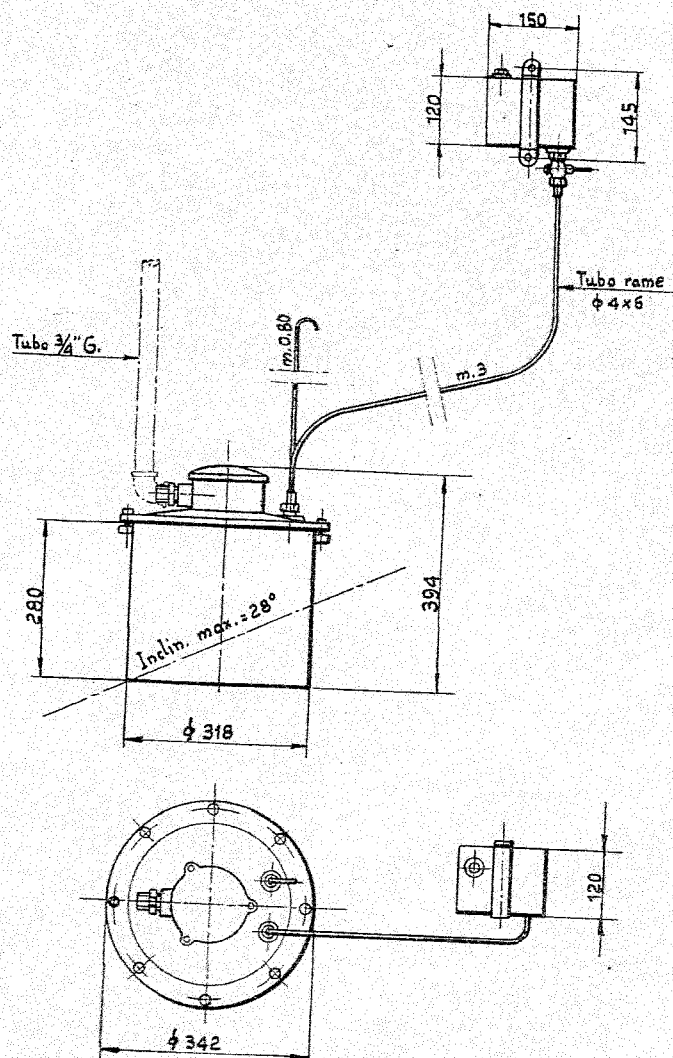

Fig. 2 - Trasmettitore e ricevitore ad ultrasuoni.
2. - 1. Trasmettitore ultrasonoro magnetostrittivo (Fig. 2)
2. - 2. Ricevitore ultrasonoro magnetostrittivo (Fig. 2)